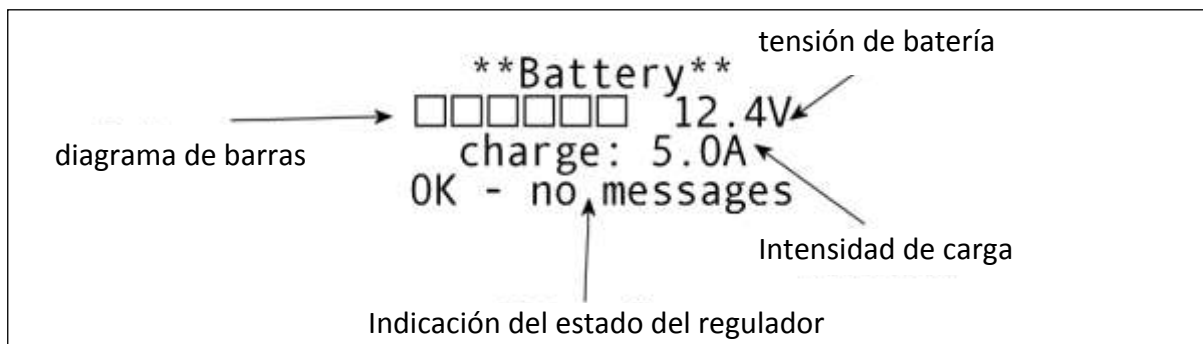

ilustración 12
1. Pantalla principal (ilustración 12)